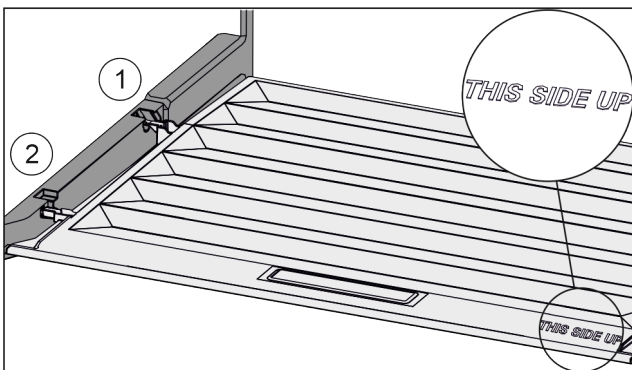

Fig. 50
- ▶ Deckelstege über Öffnung der hinteren Halterung Fig. 50 (1) einführen und vorne in Halterung Fig. 50 (2) einrasten.